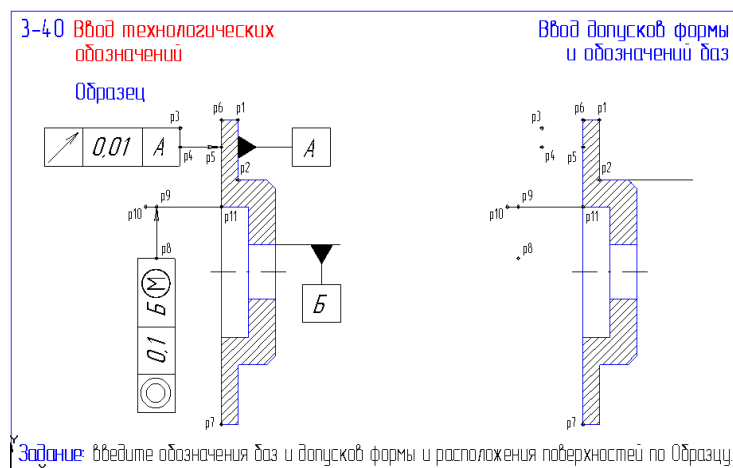

Рис. 47
48. Откройте файл фрагмента 3-40 (рис. 47).